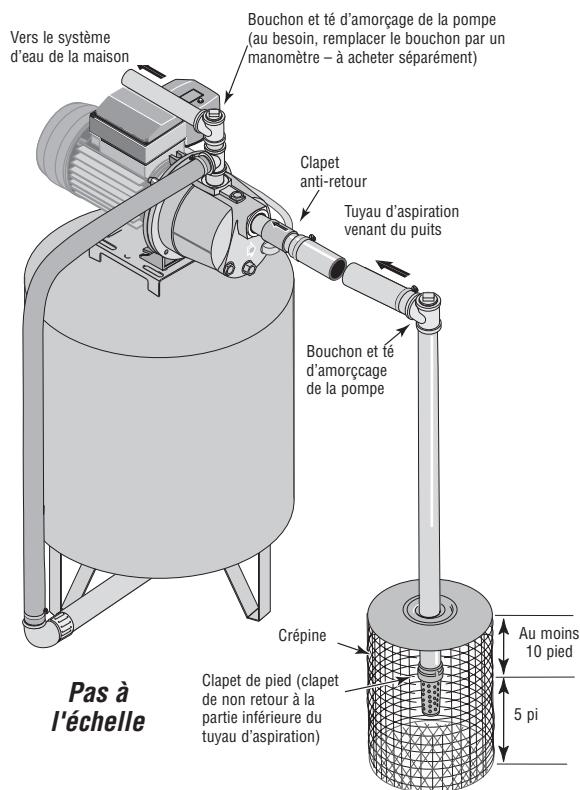

Figure 3 : Installation pour les eaux de surface
INSTALLATION DANS LE CAS D'EAUX EN SURFACE (FIGURE 3)
- Assembler le clapet de pied et le tuyau d'aspiration (voir la Figure 3). S'assurer que le clapet de pied fonctionne librement. Utiliser du ruban téflon ou de la pâte pour raccords filetés à base de téflon sur les raccords filetés. Poser une crépine autour du clapet de pied pour le protéger contre les poissons, les déchets, etc. (voir la Figure 3).
- Poser le té d'amorçage, le bouchon d'amorçage et le tuyau d'aspiration sur la pompe (voir la Figure 3). Supporter le tuyau de façon qu'il ne soit pas cintré afin qu'il n'exerce pas de contraintes sur le corps de la pompe; de plus, il doit être légèrement incliné vers le haut, du puits jusqu'à la pompe (les points hauts risquent de causer des poches et des bouchons d'air dans la pompe). Rendre étanches les raccords du tuyau d'aspiration avec du ruban téflon ou une pâte pour raccords filetés à base de téflon. Les raccords doivent être étanches à l'air et à l'eau. ***Si le tuyau d'aspiration aspire de l'air, la pompe ne pompera pas l'eau du puits.***